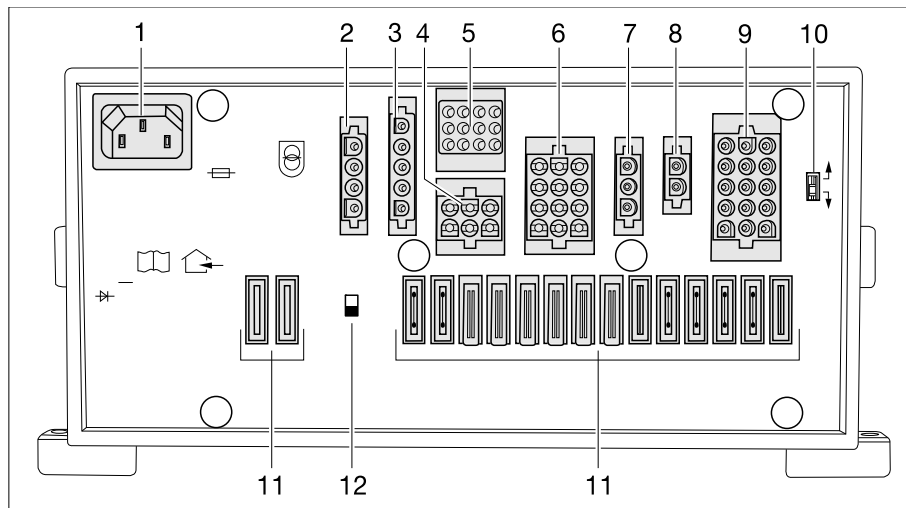

Fig. 255 Centralina elettrica (EBL 119)
- ▷ L'interruttore staccabatteria (Fig. 255,12) disconnette dalla rete a 12 V tutte le utenze collegate alla centralina elettrica.
- ▶ Se il selettore batteria (Fig. 255,10) è impostato scorrettamente, si può formare ossidrogeno. Pericolo di esplosione!
Con il selettore batteria (Fig. 255,10) il modulo caricabile nella centralina elettrica può essere impostato sul tipo di batteria dell'abitacolo incorporata nel veicolo ("al piombo-gel", "al piombo-acido" o AGM).